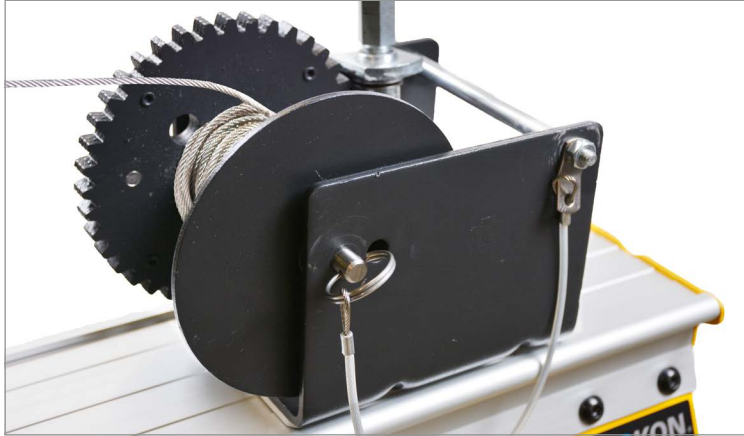

FIGURA 44: *Instale un nuevo carrete usando el pasador de liberación rápida*
- e. Instale el nuevo carrete en el polipasto, con el cable colgando sobre el lado superior. Asegúrelo en su lugar con el pasador de liberación rápida (Figura 44).